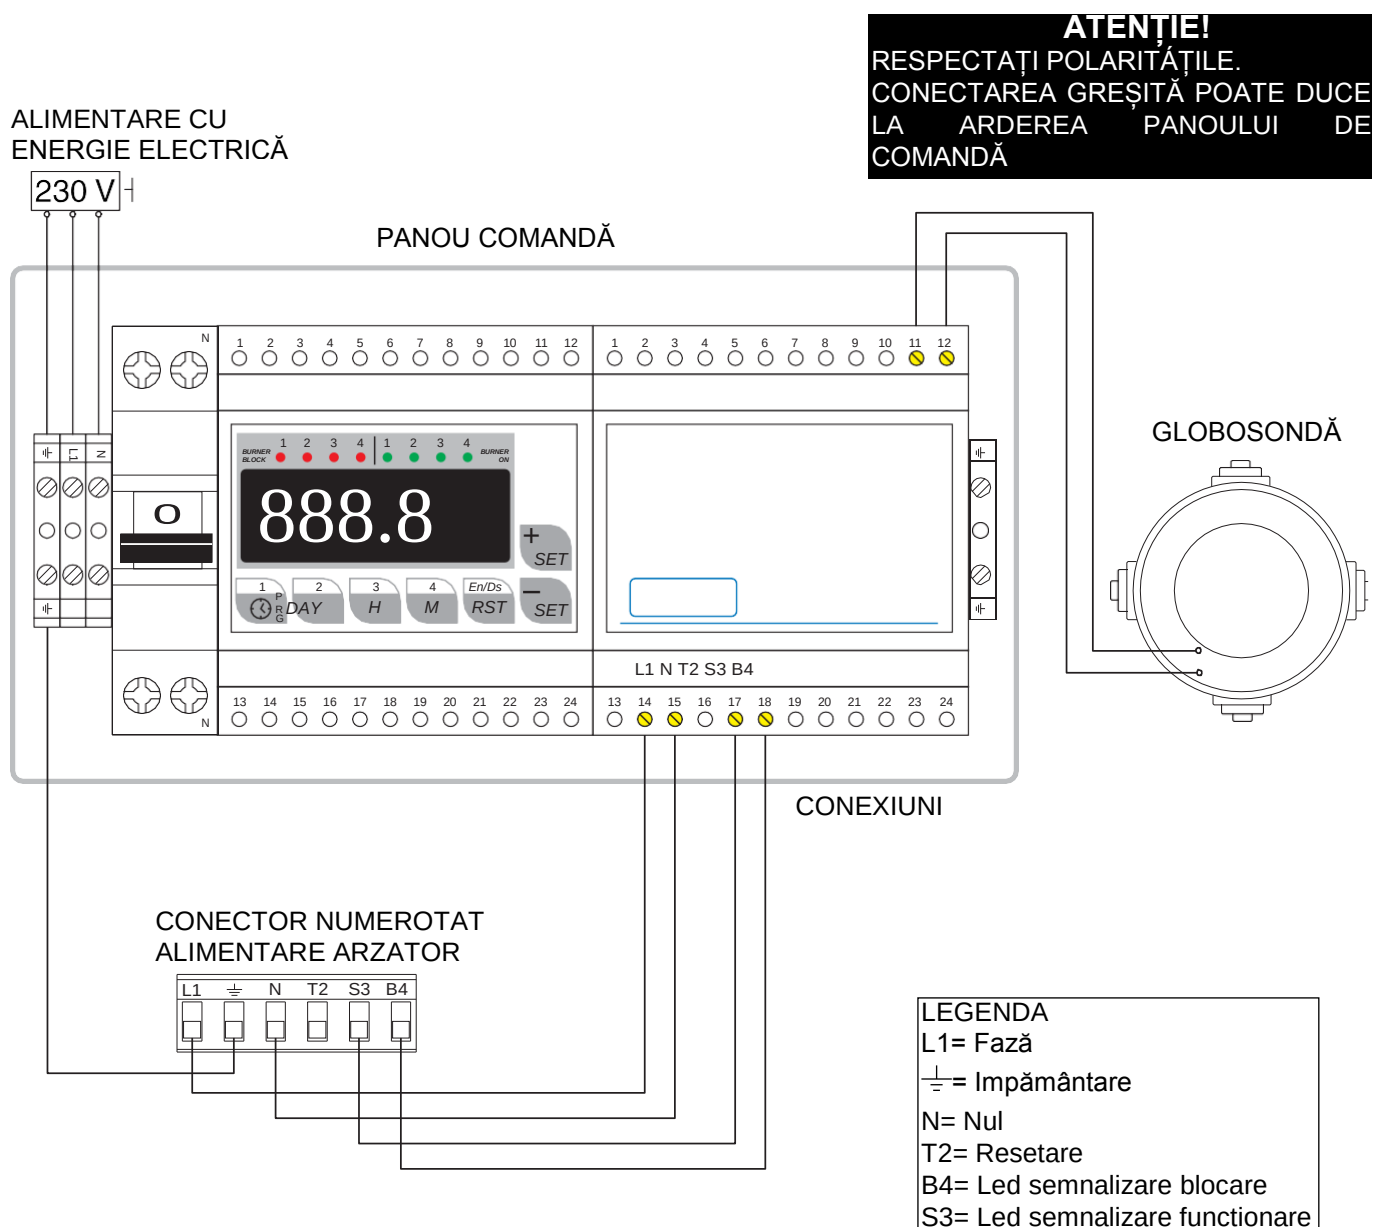

Fig. 7.6 Detaliul conexiunilor electrice la panoul de comandă CE/A pentru 1 echipament Infra
- 8) Panou de comandă seria CE/A (vezi fig. 7.6, 7.8, 7.9)